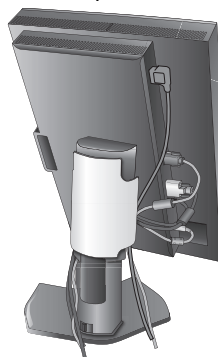

Рисунок D.1
7. Сдвиньте вниз крышку кабеля (Рисунок D.1).